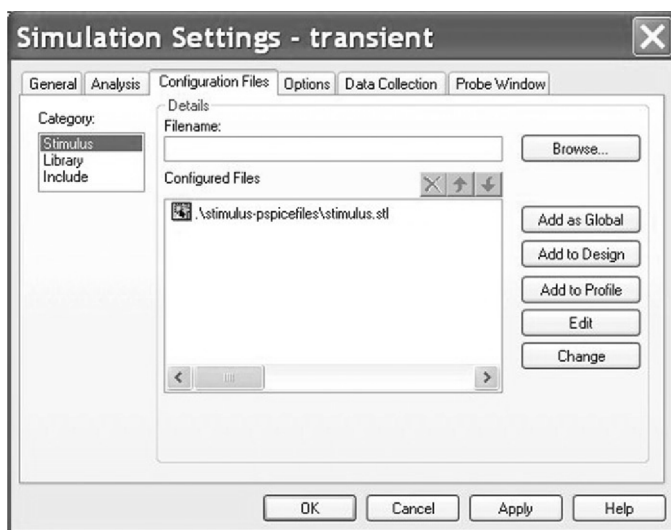

图 6.23 仿真激励源文件显示配置
如图 6.23 所示, 仿真人员可以通过配置文件对激励源进行查看。如果未看到激励源文件, 可以通过文件名浏览对其进行查找, 然后把激励源文件添加到配置文件中。添加激励源文件时需要注意如下选项:
8. 如图 6.23 所示, 在设置对话框中选择 **Configuration Files > Category > Stimulus**, 将会看到激励源文件 stimulus.stl 已经加入到配置文件列表中。
如果在屏幕图形显示窗口中输出为平直曲线，很可能由于没有删除默认配置激励源文件 bias. stl。此时可以查看本章练习开始部分的设置。激励源编辑器把 bias. stl 默认为当前仿真配置文件。如果在图 6.23 中未发现激励源文件，可以通过 Browse 浏览按钮对偏置文件夹进行选择，然后把激励源文件添加到设计中。